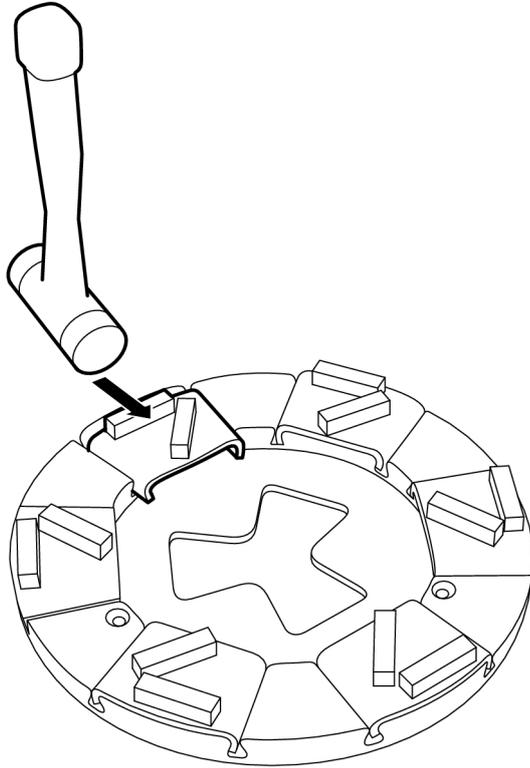

Abbildung 4-15. Lösen der Schleifwerkzeuge
1. Lösen Sie das Schleifwerkzeug durch einige leichte Schläge mit einem Hammer, bis sich die Verriegelung lockert, siehe Abbildung 4-15, Seite 28. Heben Sie anschließend das Werkzeug aus der Führung.